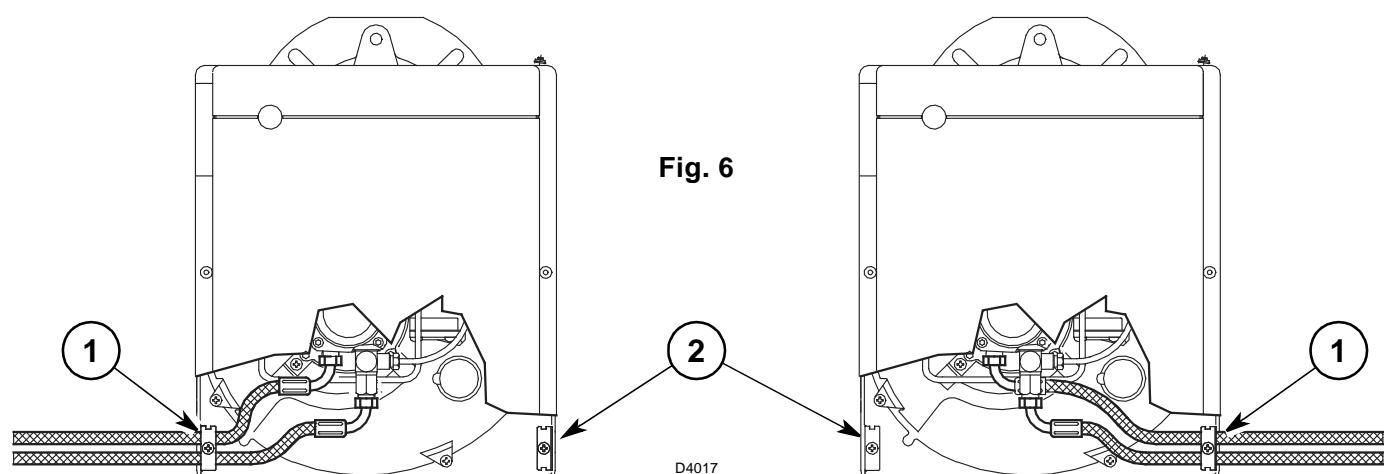

Fig. 6
La placa de fijación (1) y la placa de cierre (2) deberán invertirse dependiendo de la posición de los tubos de suministro de aceite (hacia la derecha o hacia la izquierda del quemador), (ver fig. 6).